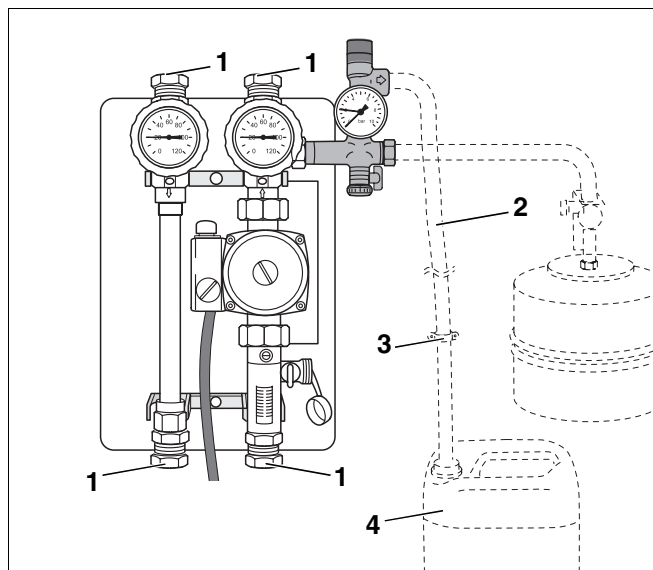

Fig. 9 Ligação da estação solar
- ▶ Ligue as tubagens ao colector e aos consumidores (termoacumuladores solares) por meio das uniões roscadas de anel de aperto (Fig. 9, **Item 1**). Proteja os componentes contra a torção.
- ▶ Faça com que o tubo de ligação (Fig. 9, **Item 2**) vá desde a abertura de descarga da válvula de segurança, desembocando posteriormente no recipiente colector (Fig. 9, **Item 4**) e fixe-o assim.